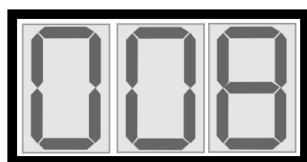

Fig.2
- Les led des touches UP (▲), Confirmation (◀▶) et DOWN (▼) s'allument puis, sur le display, les chiffres se rapportant au paramétrage du temps à configurer, exprimé en minutes et compris entre 1 et 10 minutes s'affichent (Fig. 2). Appuyer sur les touches UP (▲) et DOWN (▼) pour augmenter ou diminuer la valeur. Les temps de travail élevés correspondent aux consistances supérieures, les temps de travail bas correspondent aux consistances inférieures.